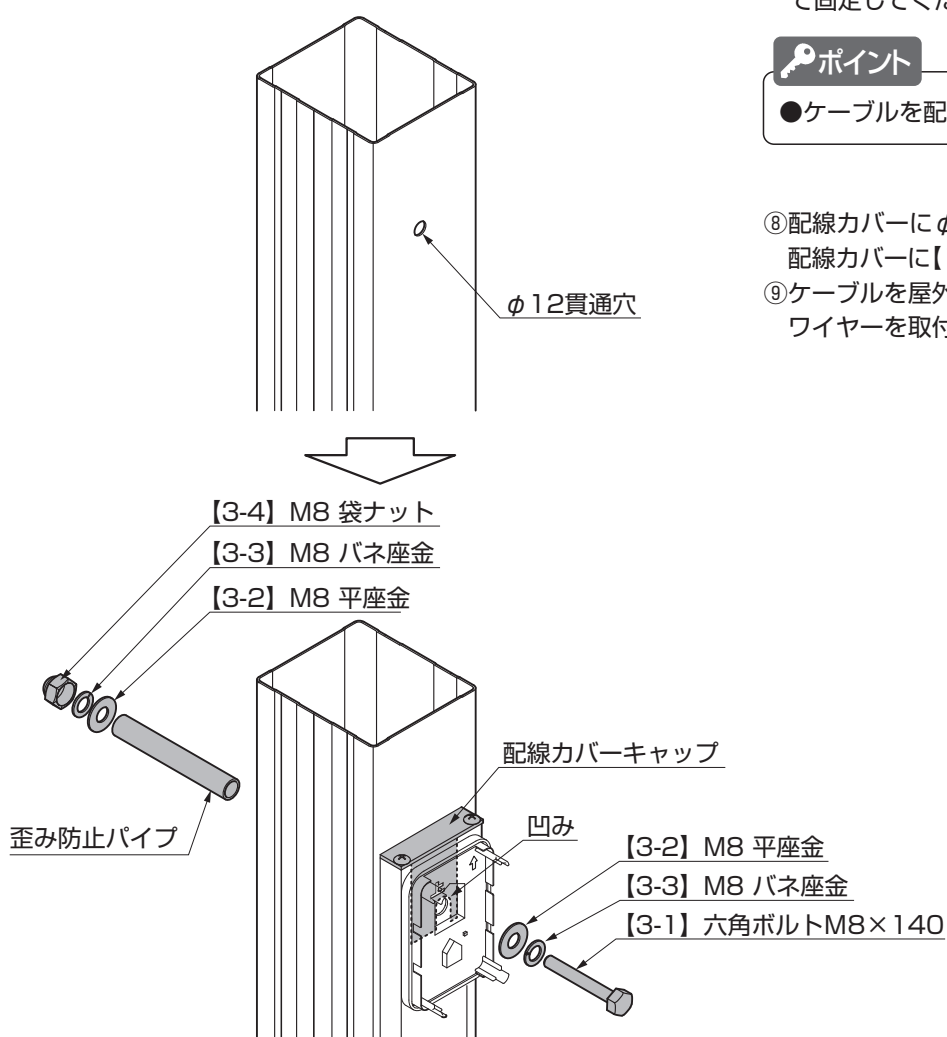

図3-4 フーゴFスタイル 3台用の場合
- ・Fスタイル 3台用の場合、【3-1】で配線カバーキャップの凹みをはさんで固定してください。（図3-4参照）
- ⑦配線カバーの上部と中間部をカーポート柱に【1-3】で固定してください。